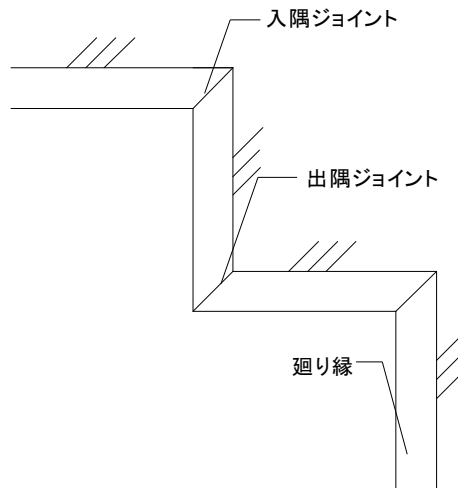

図2-2-3 廻り縁の取付け①(廻り縁の出隅、入隅)
- ③切断時は金切り鋸を用いて切断し、切断部分はヤスリ(細目)にて面合わせをすること。
④廻り縁のジョイント部は必ず専用の廻り縁ジョイントを使用し、出隅および入隅については、廻り縁を約45度で切断して廻り縁ジョイント(出墨、入墨ジョイント)により接続すること。(図2-2-3、図2-2-4参照)